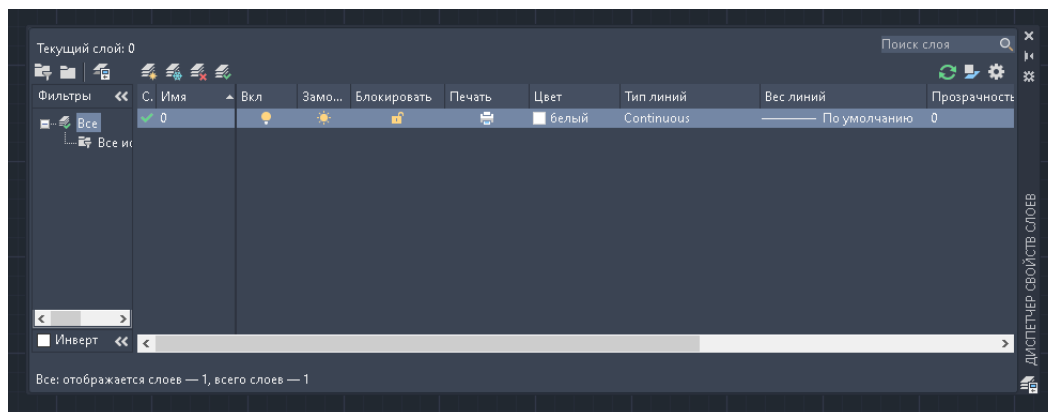

Рисунок 5– Диалоговое окно диспетчера свойств слоев
1. Откройте меню **Формат (Format)** и выберите пункт **Слой (Layer)**. Откроется диалоговое окно **Диспетчера свойств слоев (Layer Properties Manager)** (рис. 5).